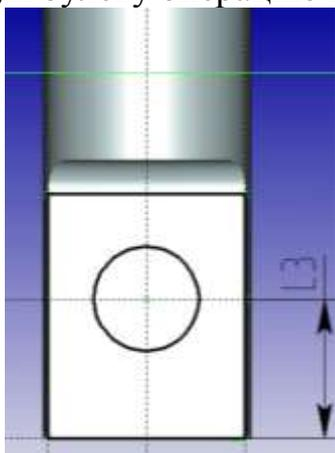

Рис. 11. Создание эскиза отверстия на плоской поверхности вала
10. Выберите одну из полученных плоских поверхностей вала и постройте на ней окружность радиусом  $D/2$ , отстоящую на расстоянии  $L/3$  от торца детали (рис. 11).